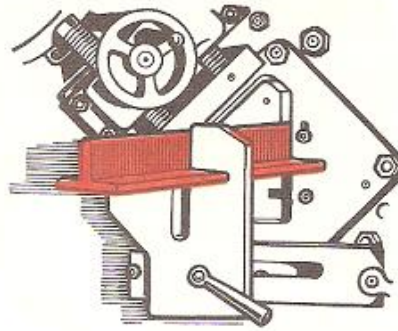
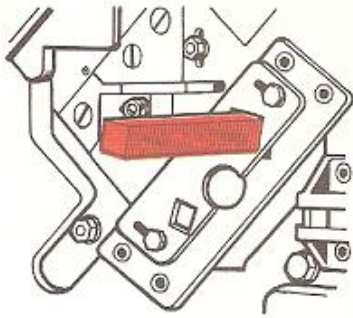

Fig.24
Fig.25
- Corte de perfiles (fig.24) y de barras (fig.25);